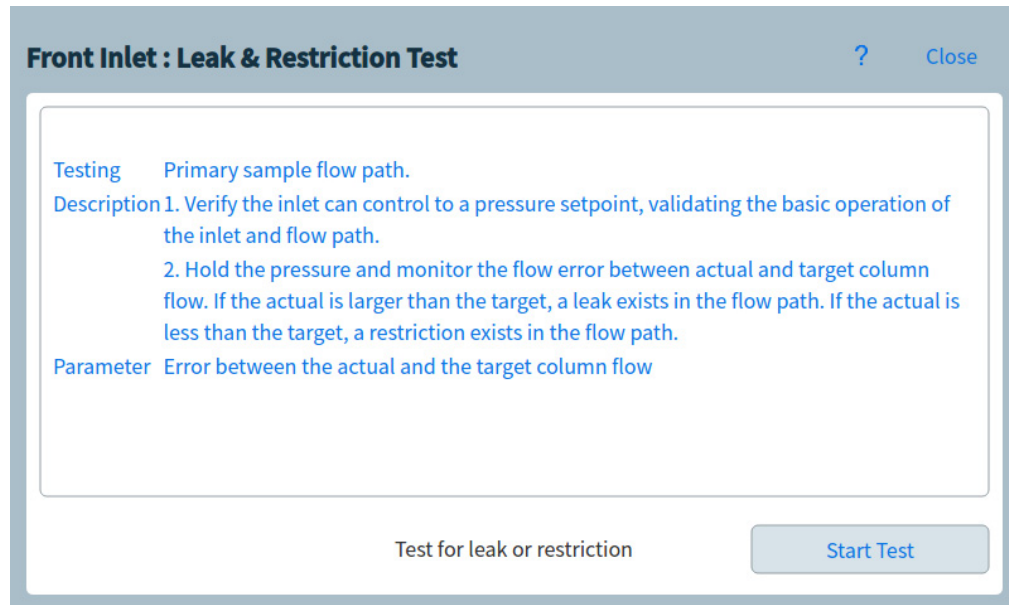

Figura 42. Página de pruebas de fugas y restricciones
- 2 Seleccione la prueba deseada. Se abrirá la página de pruebas correspondiente. La página de pruebas incluye una descripción de la misma, además de indicaciones sobre los parámetros que se someterán a prueba. Consulte **Figura 42**.